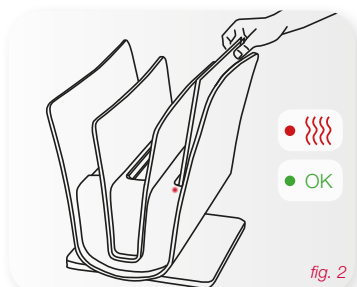

fig. 2
- Tant que la lumière est rouge, la reliure est en cours d'exécution. En enlevant l'Unicover à ce moment-ci ou en ajoutant un autre, il se peut que la reliure ne soit pas parfaite. Vous pouvez utiliser le second compartiment en même temps. *Fig. 2*